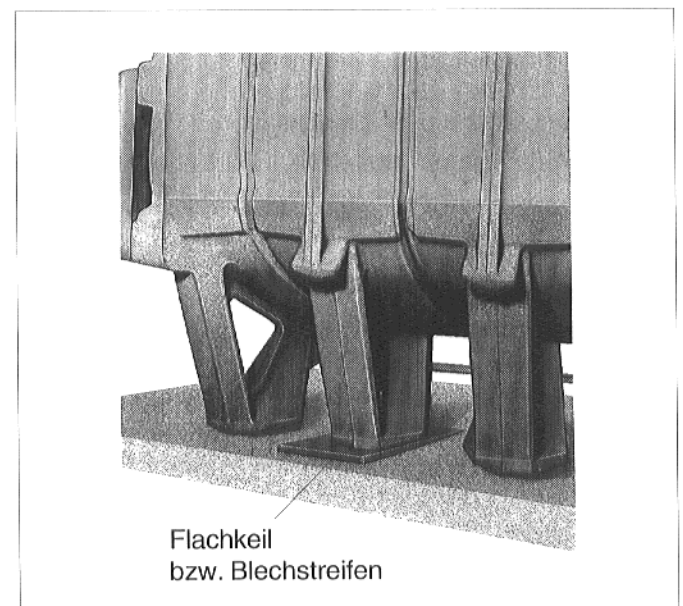

Abb. 14 Prinzip Abb.
- Kesselblock senkrecht und waagrecht ausrichten, Sitz der Gliedfüße auf dem Fundament durch unter-schieben von Pappe kontrollieren, unter frei hängende Gliedfüße ggf. Blechstreifen oder Flachkeile unterlegen (Abb. 14).